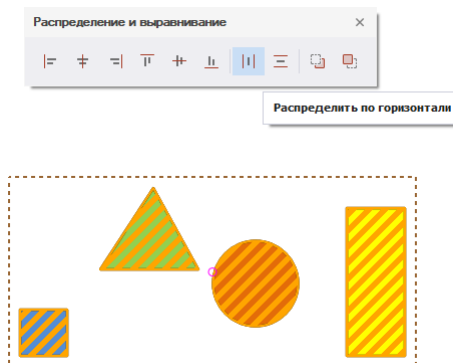

Рис. 252 Выбор инструмента
2. На панели «Распределение и выравнивание» выберите инструмент «Распределить по горизонтали», который обозначен символом , см. Рис. 252.